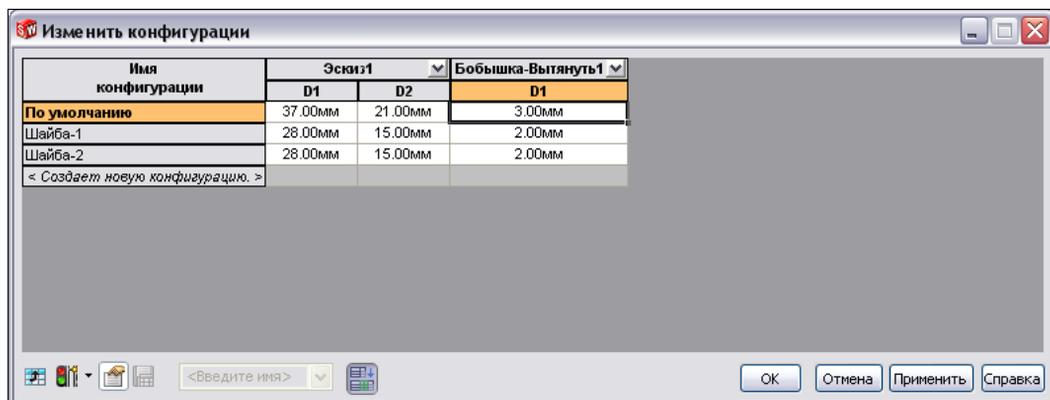

Рис. 3.46
3. В таблице укажем новые размеры, как на рис. 3.46.